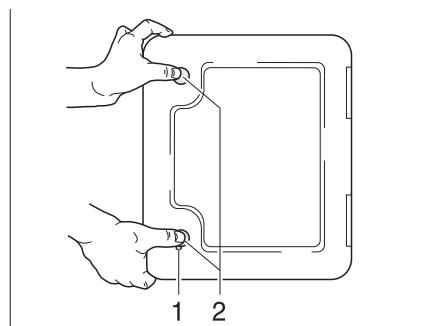

Fig. 140 Trampilla para el cassette Thetford
La trampilla de evacuación para el cassette Thetford (Fig. 140) está en la parte exterior del vehículo.
- Introducir la llave en el cilindro de cierre del cierre a presión (Fig. 140,1) y girarla un cuarto de vuelta en sentido de las agujas del reloj.
- Presionar ambos cierres a presión (Fig. 140,2) al mismo tiempo con el pulgar y abrir la trampilla para el cassette Thetford.